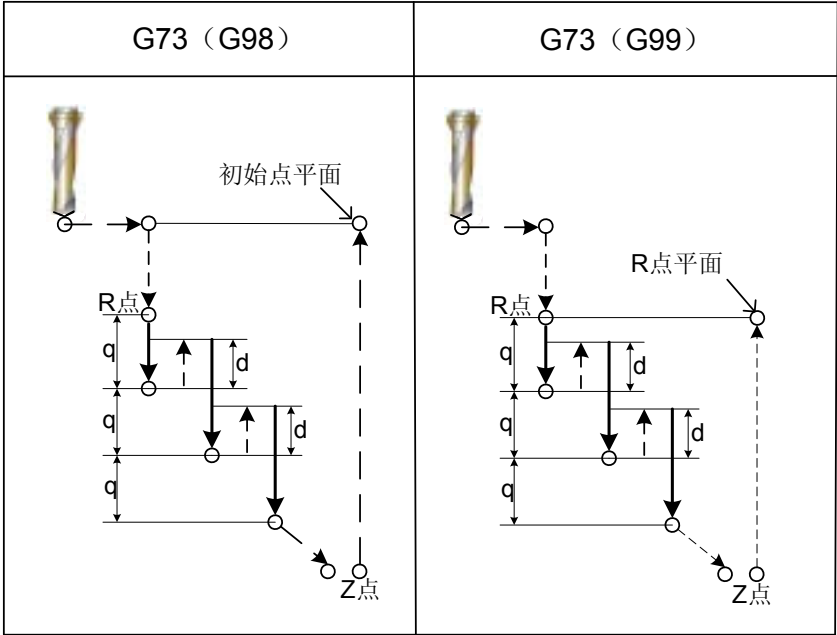

图 3-4-7-1
**功能：** 该循环专门为执行高速深孔钻设定，它执行间歇切削进给直到孔的底部，在进给的同时从孔中快速退刀，排出切屑。动作示意图见图 3-4-7-1。
Q：指定指令参数 Q 时，将作如上图所示的间歇进给。这时，系统将以数据参数 P334 中设定的退刀量 d（如图 3-4-7-1）进行回退，刀具每次进给间歇地执行距离为 d 的快速移动退回。